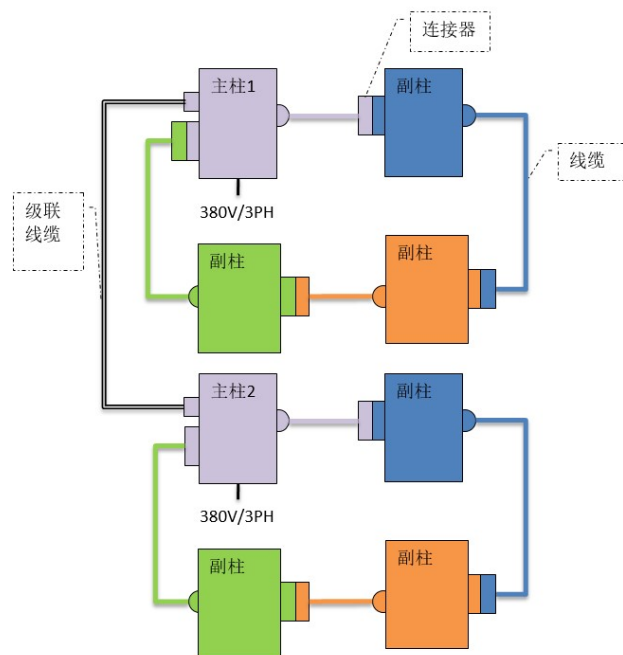

Рис.11 Підключення в режимі ALL (взьємо 8 колонок як приклад)
одночасно опустіть усі колони вниз (рис. 11).
- a). Підключіть кабелі згідно з рис. 11. (Візьмемо як приклад набір з 8 колонок)
Режим ALL: Підключіть кабелі згідно з рис. 11, поверніть обидві ручки вибору режиму на головних колонках 1 та 2 у положення «ALL» (УСЕ) та увімкніть живлення.